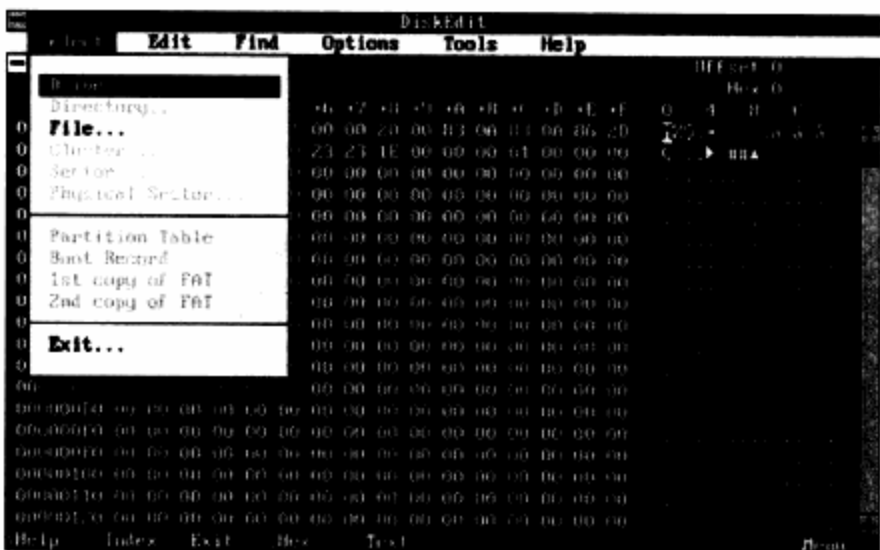

图9-42 选择Drive选项
**步骤 05** 按Enter键，然后按Alt+S组合键，再选择菜单Select选项中的Drive配置。如图9-42所示。